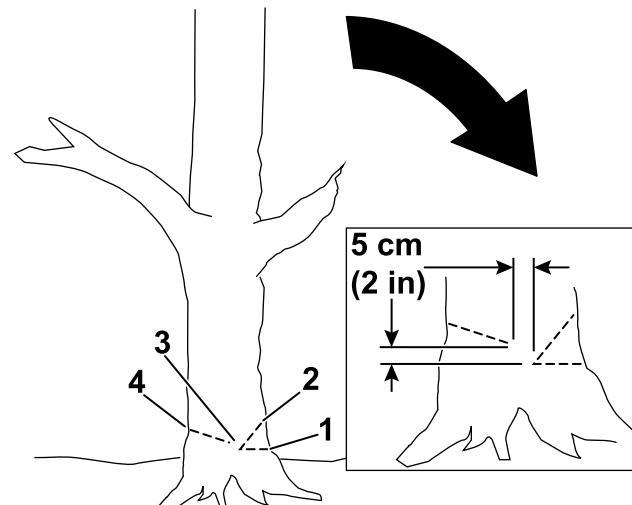

Figura 16
4. Haga el primer corte de un tercio del diámetro del árbol en el lado hacia donde desea que caiga el árbol (Figura 16).
5. Haga un segundo corte para formar una cuña, empezando el corte al menos 5 cm por encima del primer corte (Figura 16).
6. Haga el corte de caída desde el lado opuesto a la cuña y unos 5 cm por encima de la parte inferior de la cuña, como se muestra en la Figura 16.
Importante: Detenga el tercer corte a 2,5 – 5 cm de la cuña para formar una bisagra entre los cortes (Figura 16), que evitará que el árbol caiga en la dirección incorrecta o que gire al caer.
Nota: A medida que el corte de caída se acerque a la bisagra (Figura 16), el árbol debe empezar a caer.